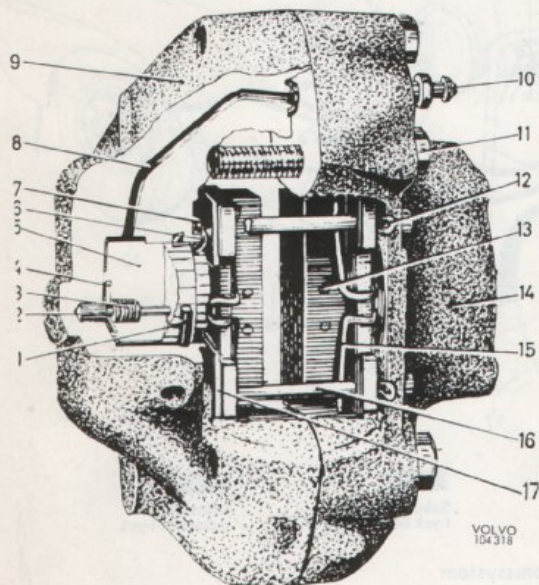

Bild 5—2. Bakre bromsok
Bromsdeljernas placering vid bakhjulen framgår av bild 5—1. Bromsskivan (11) är av gjutjärn och fäst på drivaxeln med vilken den roterar. Skyddsplåten hindrar nedsmutsning av skivan.
På bakhjulsåpan är med hjälp av hållare fästad en anordning för hjulcylindrar och bromsklotsar, här benämnd bakre bromsok. Detta består av hus som är delat i två halvor (9 och 14 bild 5—2) förenade med hjälp av skruvar och placerade över bromsskivan. Vardera halvan har en kolv och en cylinder förenade med kanal i huset.